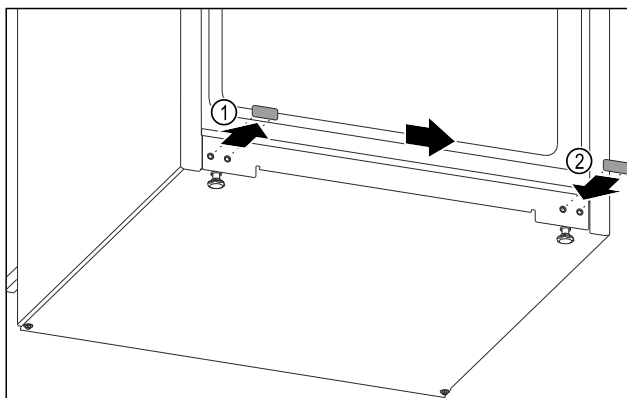

Fig. 12
- Vytáhněte krycí zátku. Fig. 12 (1)
- Zasuňte krycí zátku na opačné straně. Fig. 12 (2)